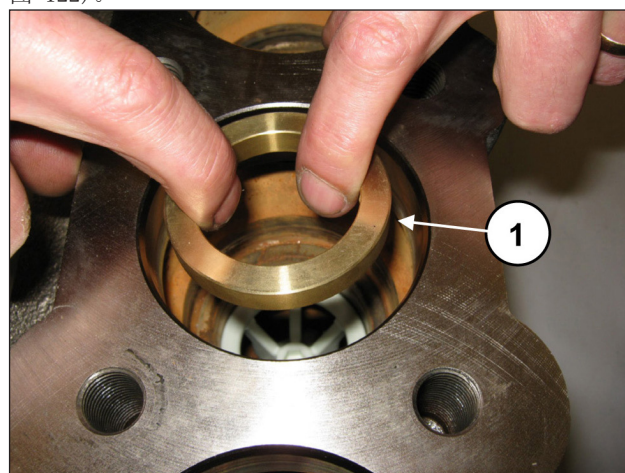
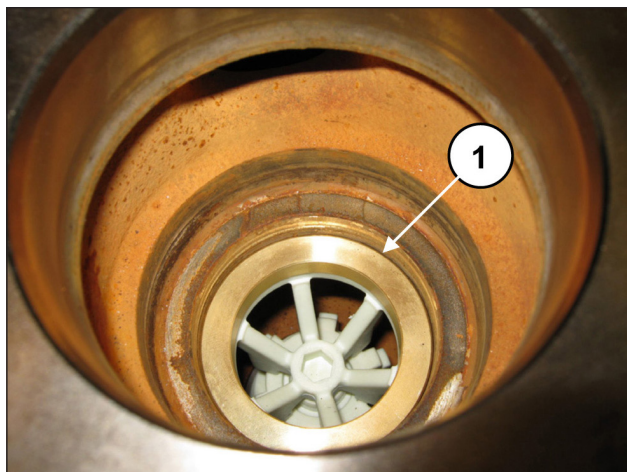

图 121
图 122
将隔离环插入阀座中 (①, 图 121), 靠在垫片上 (①, 图 122)。